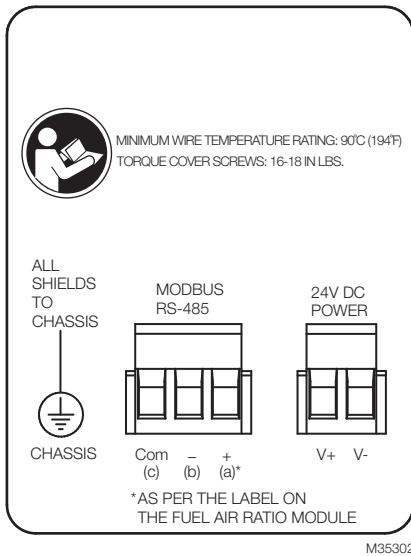

Fig. 4. Terminales de cableado.
- Todos los tornillos de las tapas deben ir correctamente ajustados al par especificado. Consulte la Fig. 4.
La Fig. 4 indica cada terminal de cableado y la Tabla 2, el tipo de señal de cada terminal y la función.